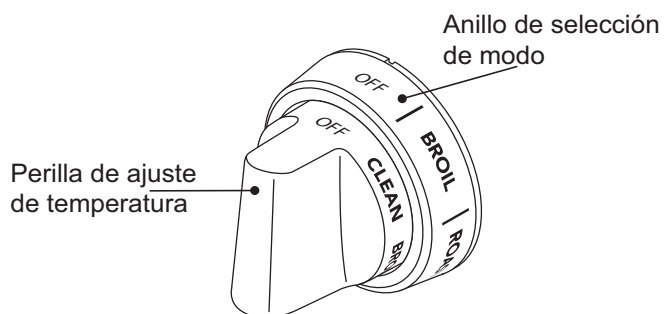

Figura 32: Perilla de ajuste de temperatura y anillo de selección de modo
- Ajuste el anillo de selección de modo (Figura 32) a Bake (Hornear), Convection Bake (Hornear por convección) o Roast (Asar).